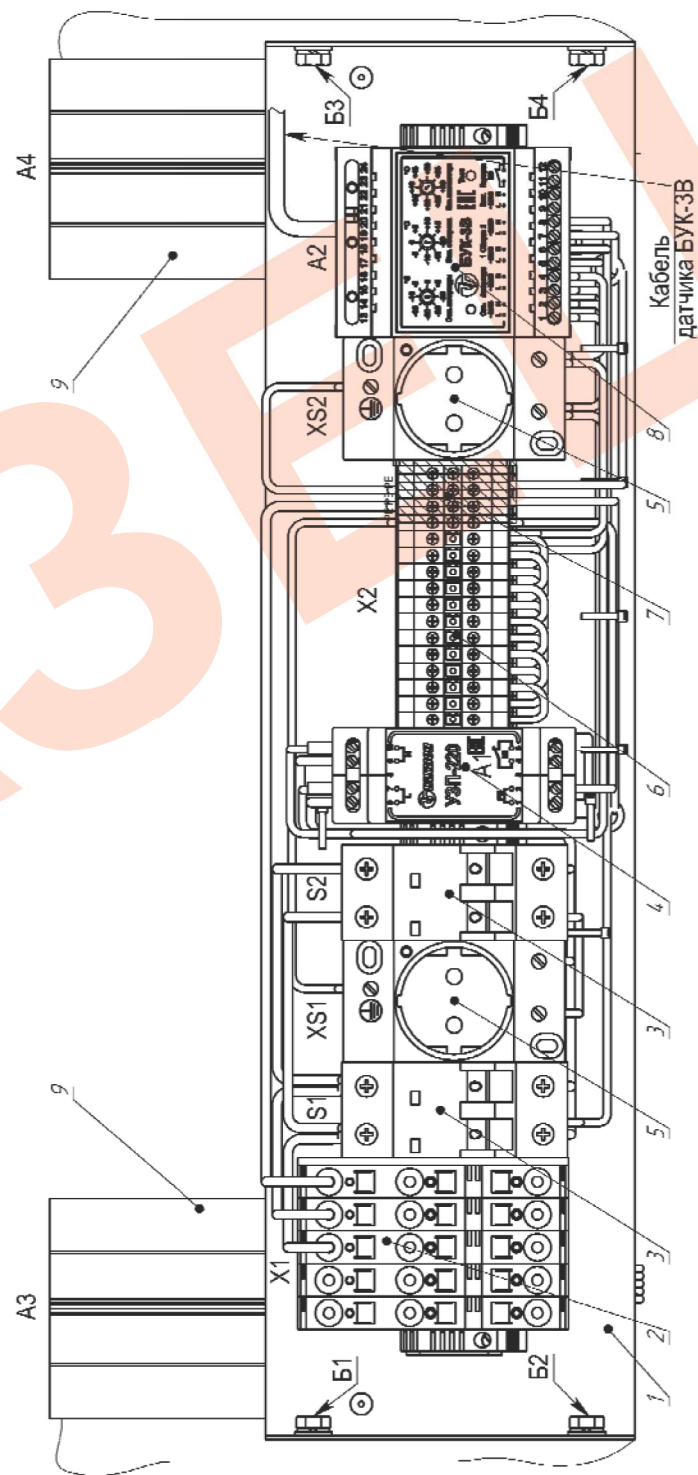

Рис.3 Устройство панели управления.
Состав панели управления (рис.3):
2. Открыть переднюю дверь термощафа, демонтировать панель управления, выкрутив болты Б1-Б4 (рис.3).